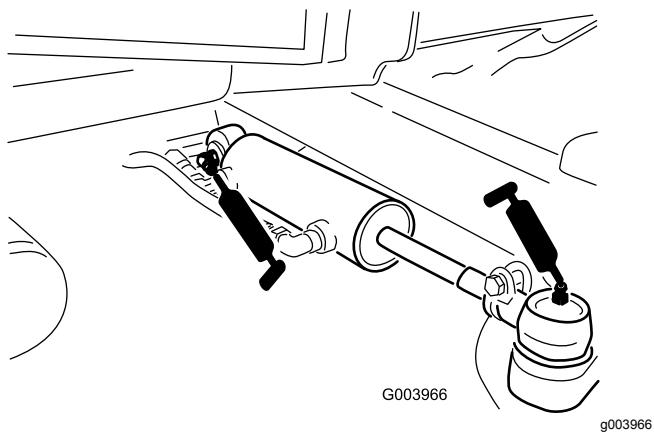

Рисунок 67
- Шаровые опоры гидроцилиндра рулевого управления (2 шт.) (Рисунок 67)